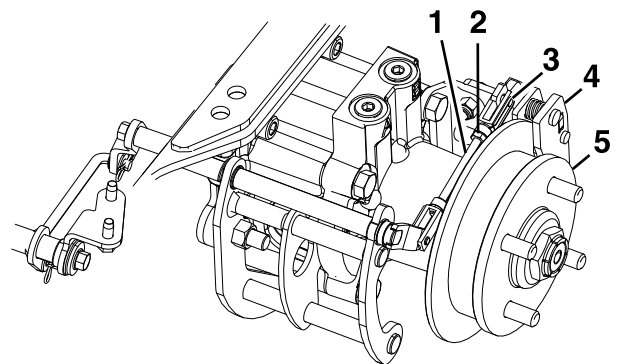

Figura 89
8. Retire el pasador de muelle del acoplamiento trasero y la pinza (Figura 89).
12. Apriete la contratuerca del acoplamiento trasero (Figura 89).